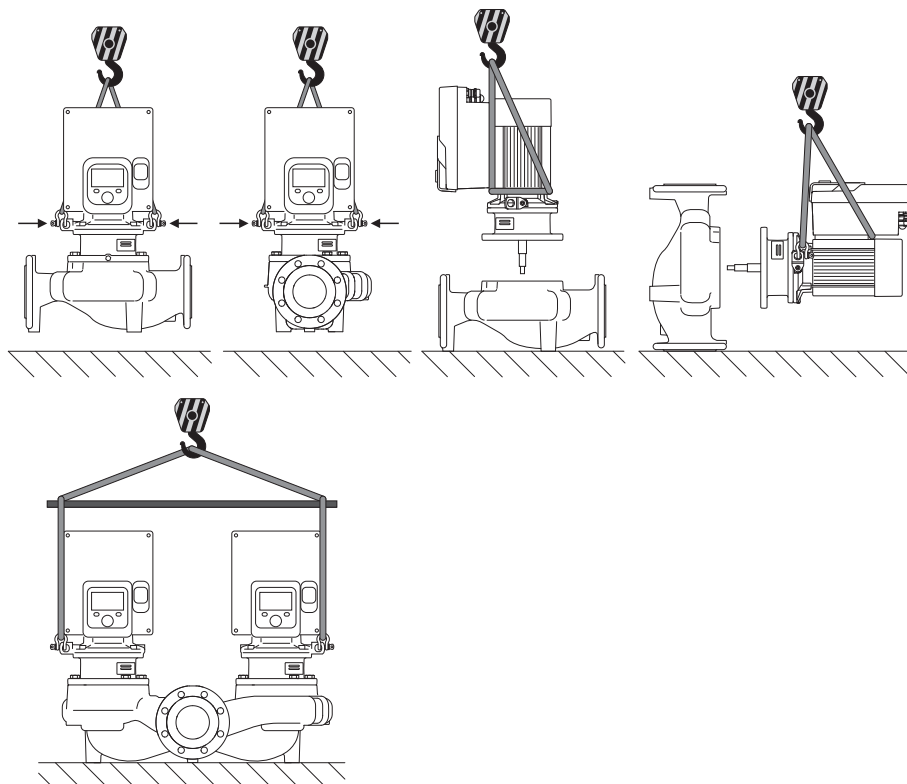

Fig. 6: Smjer dizanja
Pumpu valja transportirati dopuštenim sredstvima za prihvat tereta (koloturnikom, dizalicom itd.). Sredstvo za prihvat tereta treba pričvrstiti na transportne ušice na priрубnici motora. Po potrebi, omče za podizanje gurnite ispod adapterske ploče (Fig. 6).
2. Utični komplet (Fig. 4) za osiguranje prikladnim sredstvima za podizanje pričvrstite na transportne ušice. Kako se jedinica ne bi prevrnula, omotajte petlju pojasa prema Fig. 6 oko motora i adaptera elektroničkoga modula. Pri učvršćivanju izbjegavajte oštećenje elektroničkoga modula.